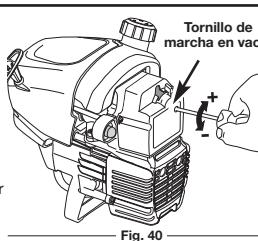

Fig. 40
La velocidad lenta del motor puede ser ajustada por la cubierta del silenciador / filtro de aire (Fig. 40).
- Suelte el gatillo del regulador y deje que el motor funcione en marcha lenta. Si el motor se para, inserte un pequeño destornillador Phillips en el orificio de la cubierta del silenciador / filtro de aire (Fig. 40). Gire el tornillo de marcha lenta en sentido horario, de a 1/8 de vuelta por vez (según sea necesario) hasta que el motor funciona en mínima.